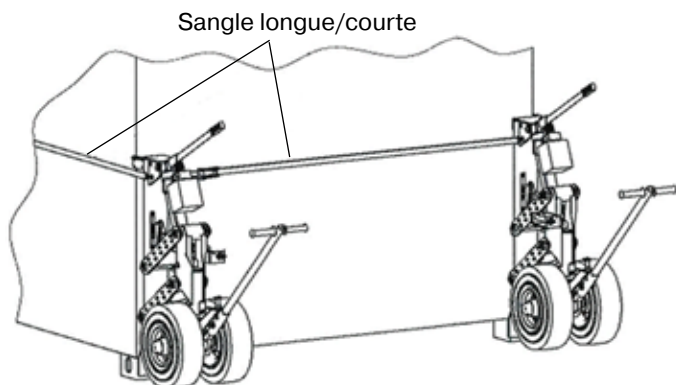

Figure 9 – Sangle placée entre les unités d'angle
Le levier de frein DOIT être en position Verrouillée lors de la manipulation de l'unité d'angle. Voir la fig. 9.
6. Vérifiez la *goupille de blocage de la direction*. (Figure 9)
9. Placez l'assemblage de sangles court entre les unités d'angle sur les côtés courts du conteneur. (Fig. 9)
10. Placez l'assemblage de sangles long entre les unités d'angle sur les côtés longs du conteneur. (Fig. 9)